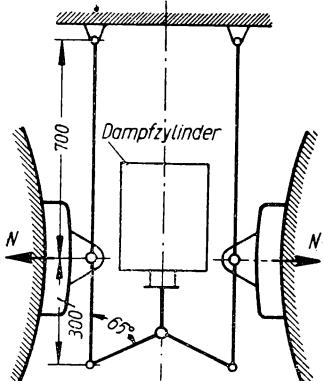

Bild 135
- 269.** Die Lokomotivbremse (Bild 135) wird durch einen Dampfzylinder von 160 mm Durchmesser mit 10 at Dampfspannung betätigt. Durch Hebel werden die Bremsklötzte gegen die Räder benachbarter Achsen auseinandergedrückt. Zu berechnen ist a) die Kolbenkraft; b) die in den schrägen Spreizen erzeugten Druckkräfte; c) der Normaldruck N der Bremsklötzte auf die Räder.